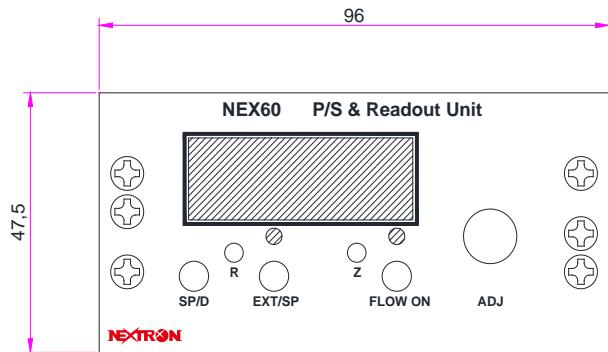

Figure 1 : Front Panel of the AMC60 Unit
2. Figure 1, 2, 3 을 참조하여 Cutting 한 Panel 에 집어 넣은 다음 mounting pawl 이 시계방향으로 돌아 cutting panel 에 물리도록 한 다음 Figure 4 와 같이 조여 채결한다.